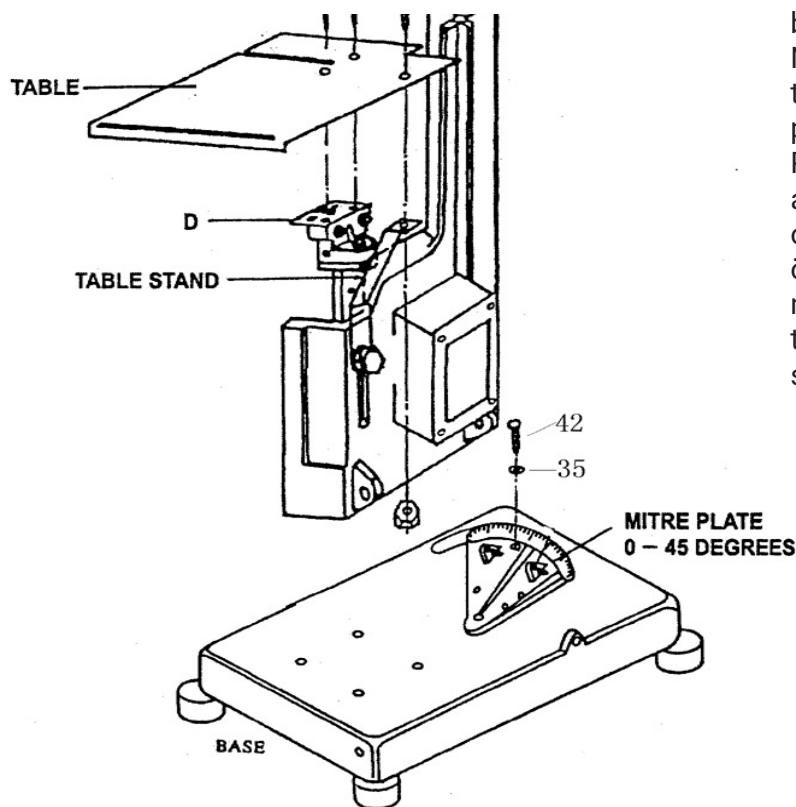

Fig 6
5. Om du vill skära arbetsstycket i någon vinkel mellan 0 grader och 45 grader, lossa skruvarna (bild 6, punkt 42), vrid såghuvudet enligt vinkel måttet på gerplattan (dellista, artikel W7), dra åt skruvarna (Fig. 6, punkt 42) vid önskat läge, upprepa sedan stegen 1 till 4.
Montering av bordet (se fig 6):